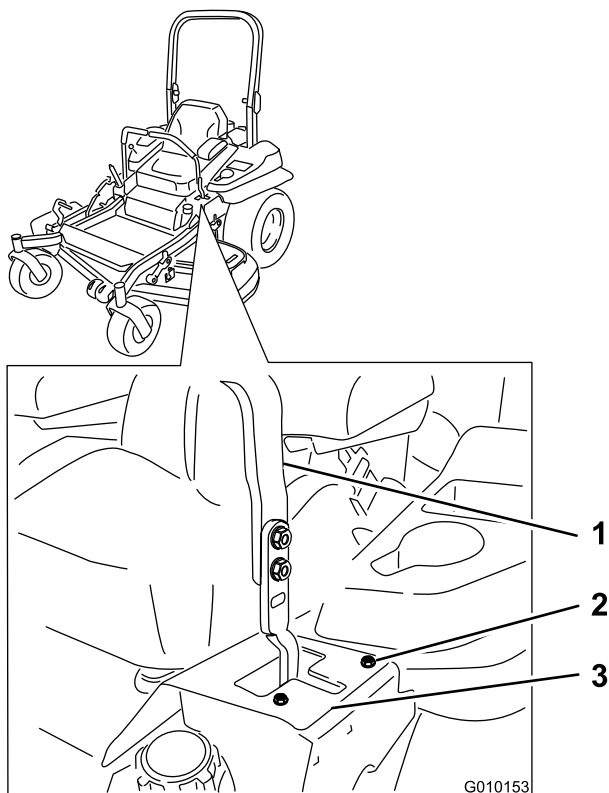

Figura 65
en T de la izquierda hasta que la máquina avance en línea recta (Figura 65).
7. Si se desvía hacia la izquierda, afloje los pernos y ajuste la chapa del tope derecho hacia atrás en la ranura en T de la derecha hasta que la máquina avance en línea recta (Figura 65).
8. Apriete la chapa del tope (Figura 65).